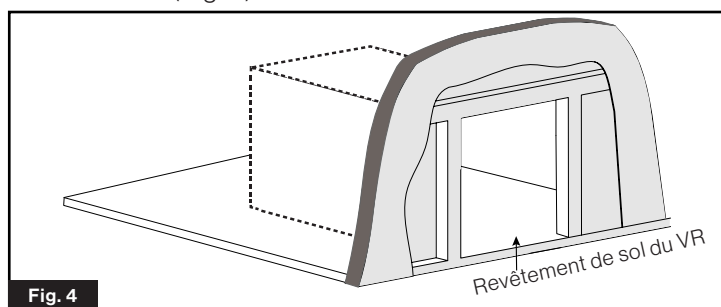

Fig. 4
- Assurez-vous que l'appareil est supporté par un plancher ou une plate-forme solide ayant une capacité de charge suffisante. (Fig. 4)